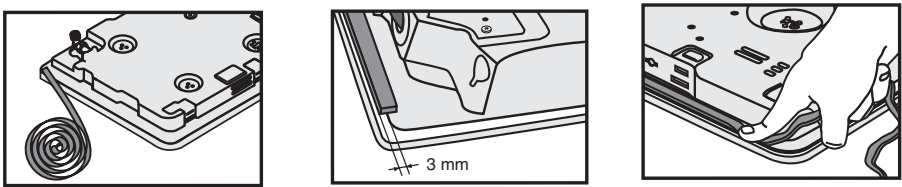

Fig. 7
- Estrarre le graffe dal sacchetto in dotazione. Avvitare leggermente le graffe nei fori indicati. Fig. 7.